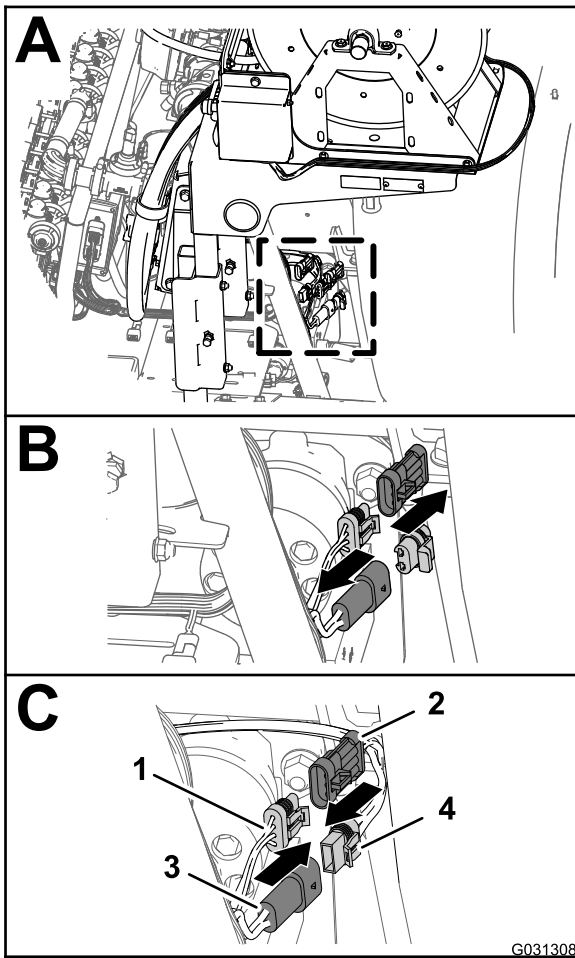

图 145
- 在机器的后部找到位于打药车药缸后部的电动软管卷套件的线束图 145 的 A。
2. 从用于软管卷电源的后主线束的 2 针接头拔出保护塞图 145 中的 B。
3. 将用于电动软管卷的线束的 2 插槽接头接入后主线束的 2 针接头图 145 的 C。
4. 从用于喷洒线束互连的后主线束的 3 插槽接头取下保护帽图 145 中的 B。
5. 将用于电动软管卷的线束的 3 针接头接入后主线束的 3 插槽接头图 145 的 C。